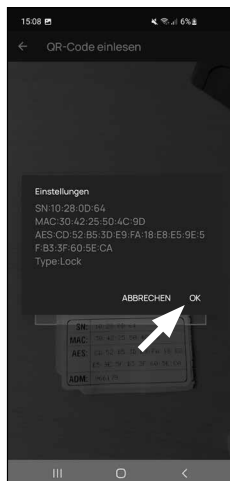

Fig. 5
- 6 Uma mensagem aparece com os dados do seu cilindro, confirme com "OK" no canto inferior direito (Fig. 5).